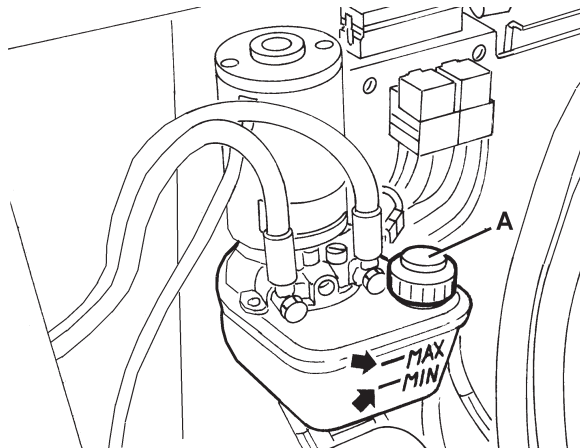

Abbildung 25
1. Feststellbremse mit dem Pedal (75) und dem Hebel (68) betätigen.
2. Zündschlüssel (67) in Stellung 0 drehen.
3. Haube (22) öffnen und mit der Stützstange (36) sichern.
4. Überprüfen, ob der Ölstand im Tank (35) zwischen den Markierungen für Mindeststand (MIN) und Höchststand (MAX) liegt (siehe Abb. 25).
5. Falls erforderlich, Ölstand durch die Einfüllöffnung (A, Abb. 25) korrigieren. Das verwendete Öl muss die im Abschnitt „Technische Daten“ angeführten Eigenschaften aufweisen.
6. Stützstange (36) abnehmen und Haube (22) schließen.